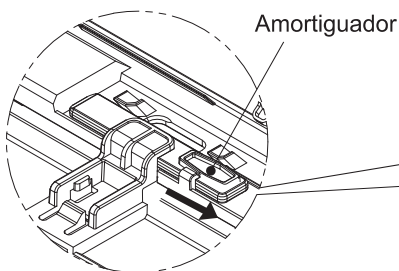
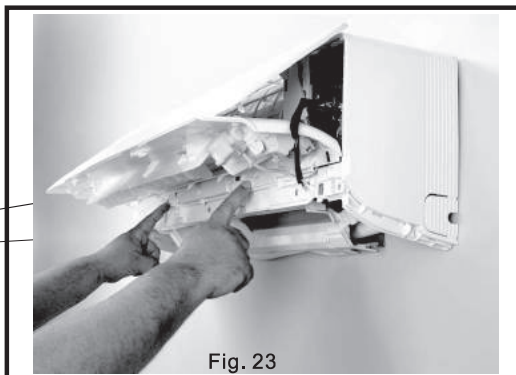
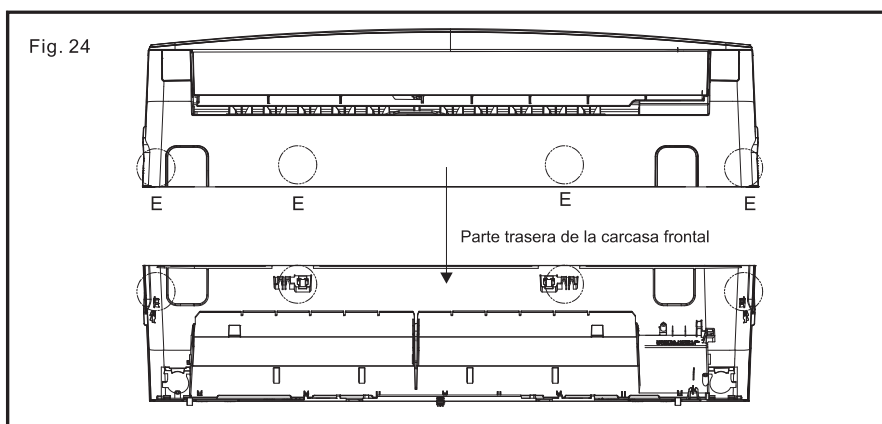

Fig. 22
Fig. 23
Fig. 24
- 10) Estire de los amortiguadores como se muestra en la Fig. 22. Cierre la carcasa frontal como se muestra en la Fig. 23. A continuación, presione la posición E para apretar la carcasa frontal como se muestra en la Fig. 24.